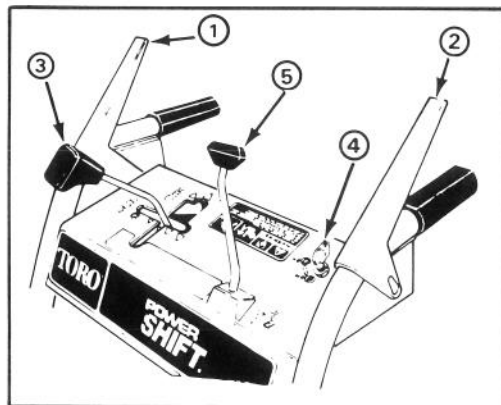

Abbildung 9
Räumwerkkuplungshebel (Abb. 9)—Dieser Hebel hat zwei Stellungen: EIN und AUS. Zum Einschalten des Räumwerks und Gebläses den Hebel zum linken Griffholm drücken. Um den Antrieb zu stoppen, den Hebel loslassen.
Antriebshebel (Abb. 9)—Dieser Schalter hat vier Gänge nach vorwärts und zwei nach rückwärts; er steuert auch den Power Shift-Betrieb der Räder.
Räumwerk-Sperre (Abb. 9)—Wenn sowohl der Räumwerkkuplungshebel als auch der Antriebshebel gedrückt werden, sperrt der
Auswurfkontrolle (Abb. 9)—Auswurfkontrolle im Uhrzeigersinn rotieren, um den Auswurf nach rechts zu bewegen, und gegen den Uhrzeigersinn, um den Auswurf nach links zu bewegen.
Auswurfkontrolle (Abb. 9) — Auswurfkontrolle im Uhrzeigersinn rotieren, um den Auswurf nach rechts zu bewegen, und gegen den Uhrzeigersinn, um den Auswurf nach links zu bewegen.
Zündschloß (Abb. 9)—Das Zündschloß hat zwei Stellungen: EIN und AUS. Den Zündschlüssel EIN drehen, ehe der Motor mit dem Rücklaufstarter angeworfen wird. Zum Abstellen des Motors den Schlüssel auf AUS drehen.
4. Den Zündschlüssel auf EIN drehen (Abb. 9).
1. Räumwerkkipplungshebel und Antriebshebel lösen (Abb. 9).